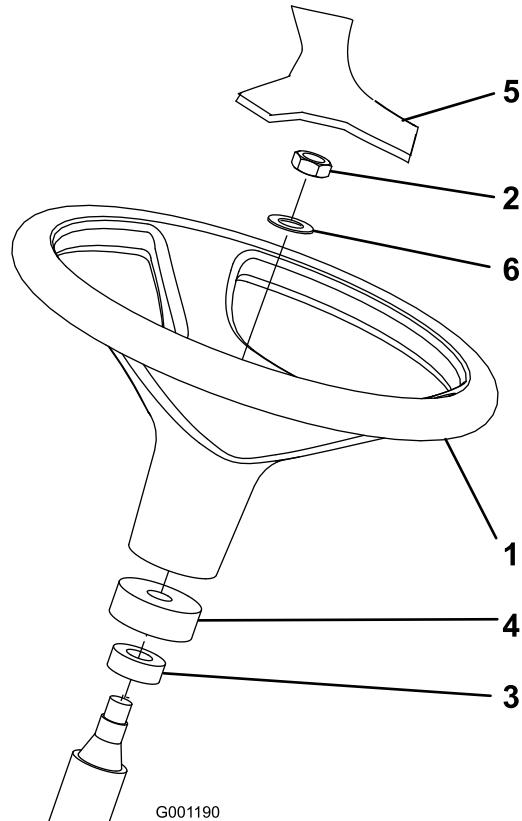

Figura 3
2. Retire a porca de retenção e a anilha do eixo da direcção. Certifique-se de que o anel de esponja e a cobertura de resguardo estão montados na coluna de direcção (Figura 3).
3. Encaixe o volante e a anilha na coluna de direcção (Figura 3).
- Monte a tampa no volante (Figura 3).